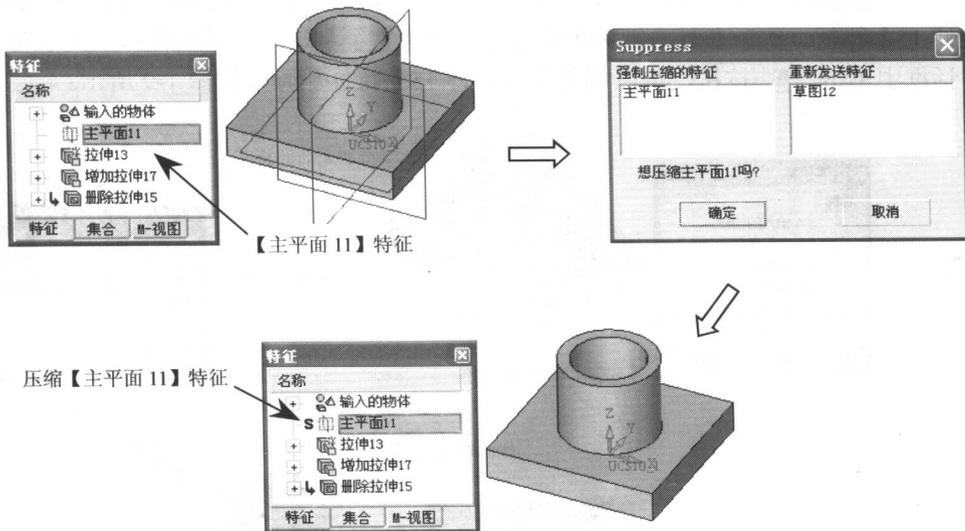

图 1-11 压缩主平面特征
• **【压缩】**: 选择该选项将压缩被选中的对象。**【压缩】**和**【删除特征】**命令是有区别的, 被删除的特征通常是不可恢复的, 而被**【压缩】**的特征却可以通过**【解压】**功能恢复并重新显示。例如, 在特征显示区域中选择**【主平面 11】**特征, 然后在其右键菜单中选择**【压缩】**选项, 系统将弹出**【Suppress】**对话框, 在该对话框中单击**确定**按钮, 可以将**【主平面 11】**特征压缩, 如图 1-11 所示。